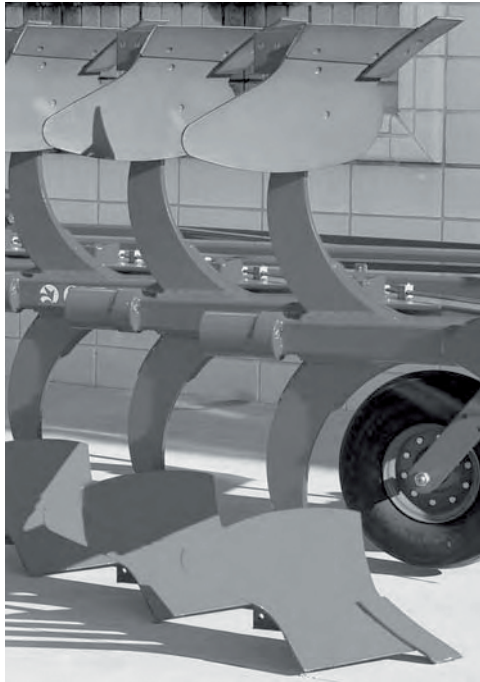

Fig. 4
- Modelos hidroneumáticos **MINI-R:** Con objeto de adaptar el arado a las condiciones de dureza del terreno, en los modelos con sistema de seguridad hidroneumático se puede regular la presión de disparo inyectando (terrenos duros) o retirando (terrenos ligeros) aceite del circuito y modificando así la presión de todo el sistema. Esta operación se efectúa desde la cabina del tractor a través del latiguillo con manómetro que se suministra a tal efecto (Fig. 4).